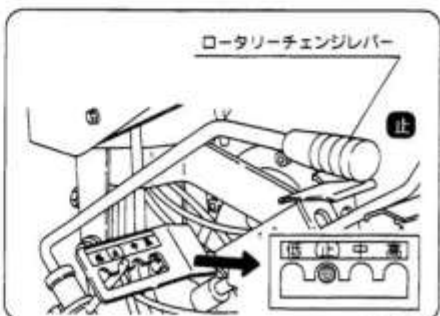

図13
- ③ ロータリーチェンジレバーを「止」の位置にします。(図13)